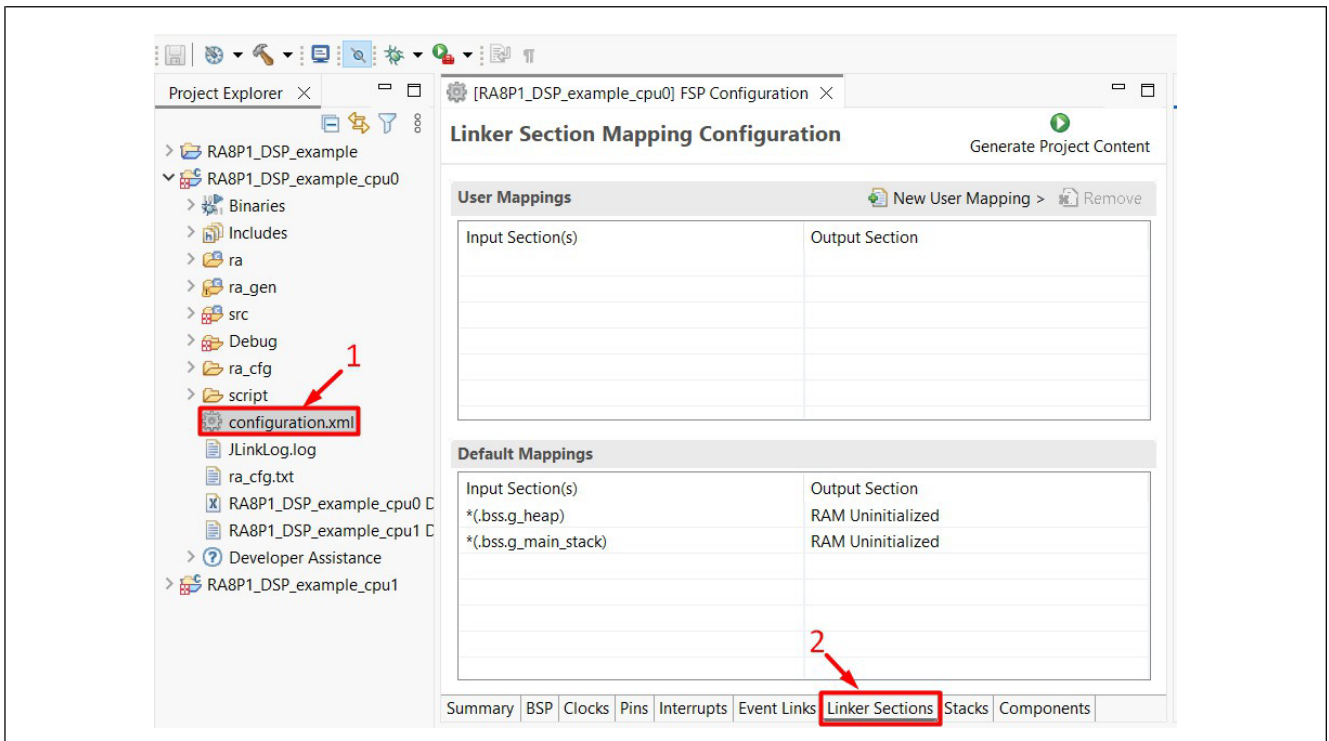

図23. Linker Sectionsを開く
3. **Linker Sections**タブを開きます(図23参照)。